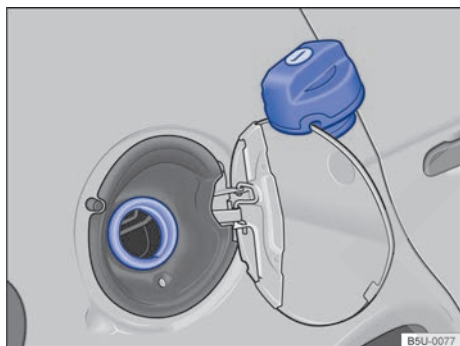

Fig. 130 Portezuela del depósito de combustible abierta con el tapón de cierre del depósito de combustible colgado.
- Gire tapa del depósito de combustible en sentido antihorario y cuélguela encima de la puerta del depósito de combustible → **fig. 130**.